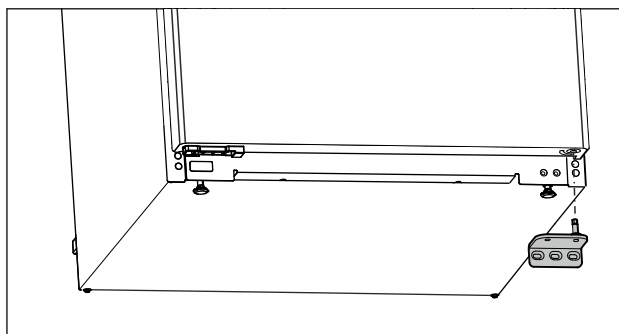

Fig. 16
- ▶ Võtke laagripukk allapoole maha. (vt. Fig. 16)